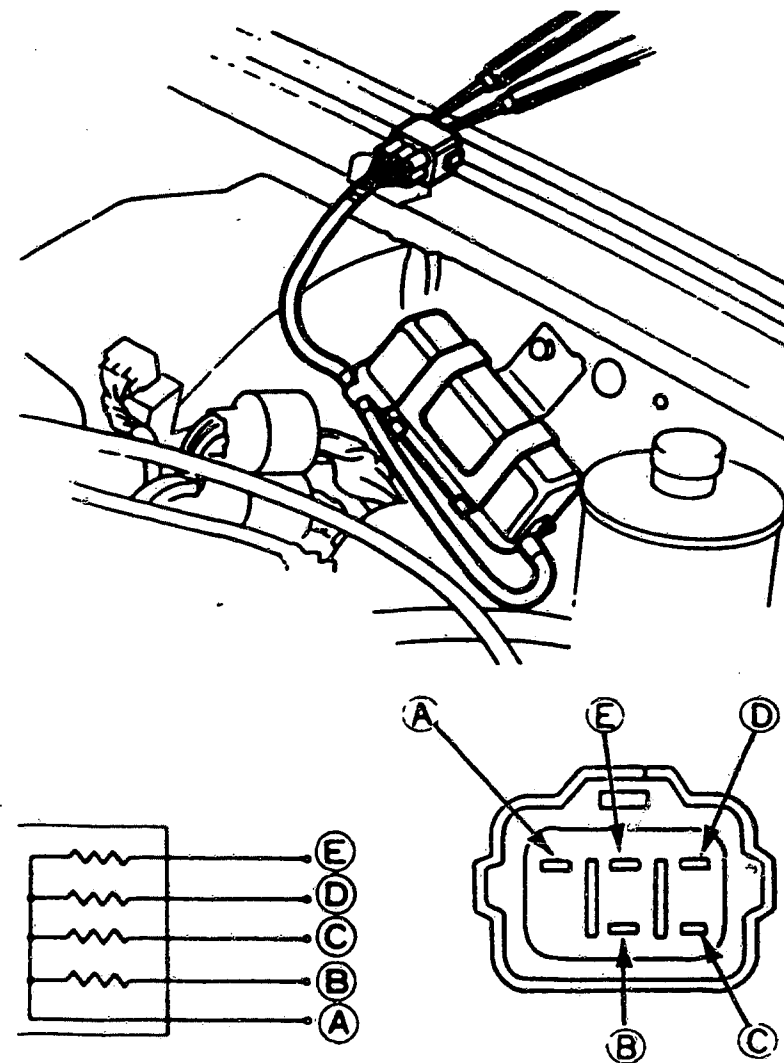

Bild 14 Das Messen der Vorwiderstände der Einspritzventile.
g) Die Steckerverbindungen der Vorwiderstände befinden sich beim linken Radkasten auf der Höhe der Radachse. Der Widerstand zwischen A (Bild 14) und allen anderen Anschlüssen muss 5...7Ω betragen.